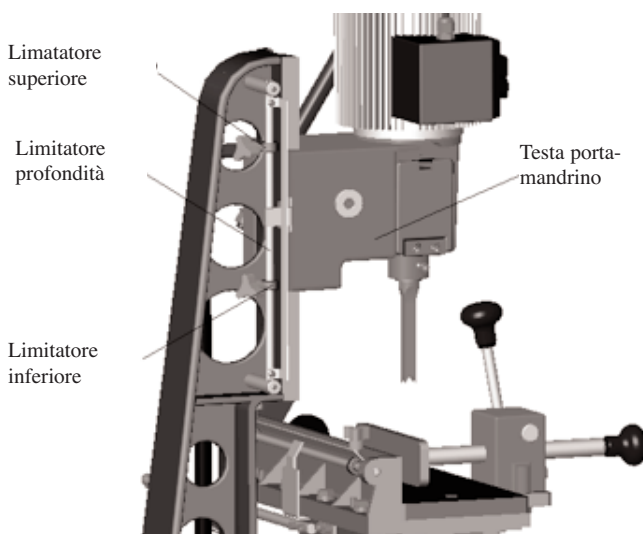

Fig. 4
1. Aggiustare il fermo di profondità secondo la profondità del taglio. Vedi Fig. 4.